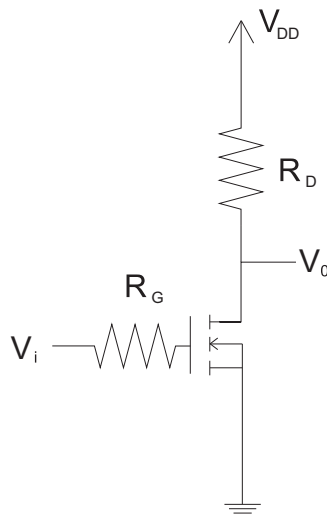

Figura 5.2: Montaje experimental para la medida de la característica de transferencia de un NMOS.
Para calcular la característica de transferencia del transistor NMOS, montaremos el circuito de la figura 5.2, donde V_i es una fuente de alimentación variable cuyo valor cambiaremos en el intervalo de 0 V a 5 V. Para cada uno de los valores de tensión de la fuente variable V_i , tomaremos los siguientes valores:
1. Para el montaje de la figura 5.2, mida e indique los valores experimentales de R_G y R_D .